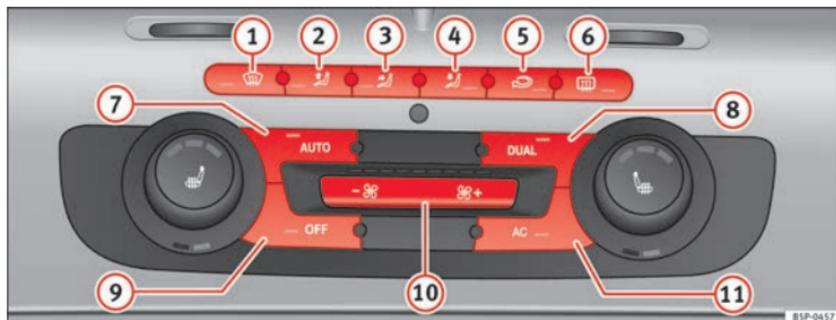

Fig. 110 Sulla plancia portastrumenti: i comandi del Climatronic 2C
- Girare le rotelline di regolazione della temperatura ⇒ **fig. 110** per regolare rispettivamente la temperature della zona sinistra o della zona destra dell'abitacolo.
- Premere il tasto **AUTO** ⇒ fig. 110. Nel display della radio viene visualizzato „AUTO High“ (velocità del ventilatore alta).
- Premere di nuovo il tasto **AUTO** ⇒ fig. 110. Nel display della radio viene visualizzato „AUTO Low“ (velocità del ventilatore bassa).